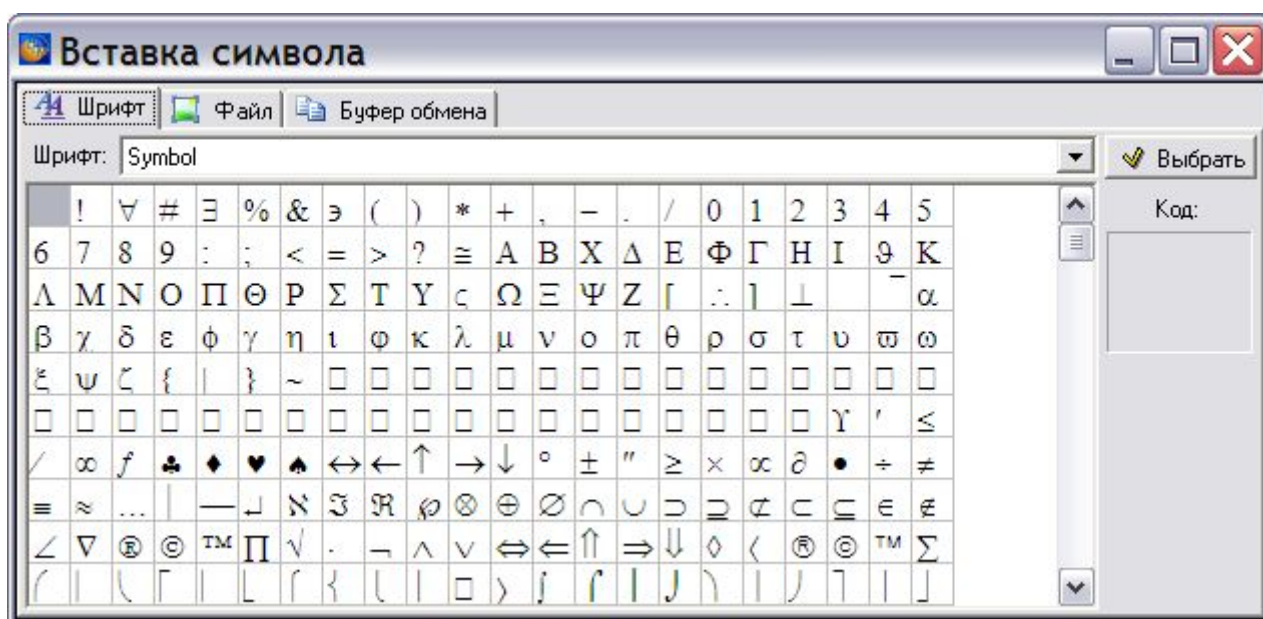

Рис. 3.173
4. На инструментальной панели над окном ввода текста выберите инструмент **Вставка символов**  При этом появится диалоговое окно **Вставка символа** (Рис. 3.173). Это окно и его инструменты аналогичны рассмотренным ранее в подразделе «Инструмент «Вставка символа»» раздела 3.3.1.
5. В окне **Вставка символа** перейдите на вкладку **Файл** (Рис. 3.173). При этом автоматически появится окно **Открыть**. Выберите файл и откройте его. Используемые форматы файлов – jpeg и bmp. Рекомендуемый размер изображения ~ 24 x 24 pixels.